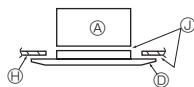

Fig. 9-6
### 9.4.2. Vorübergehende Installation des Gitters (Fig. 9-6)
- Das Gitter durch Anziehen der vorinstallierten Schrauben am Hauptgerät fixieren. (Fig. 9-6)
Darauf achten, dass sich zwischen dem Hauptgerät und dem Gitter oder zwischen dem Gitter und der Deckenoberfläche kein Spalt befindet. (Fig. 9-6)